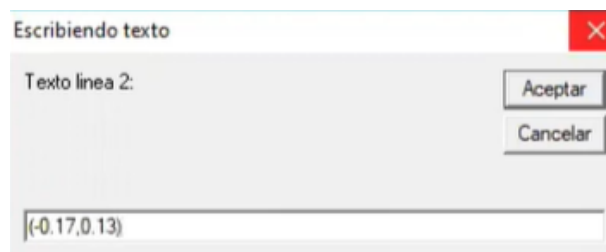

Figura 191. Coordenadas del vertice.
47. En la segunda ventana, introducir las coordenadas del vértice y presionar “Aceptar”. Figura 191.